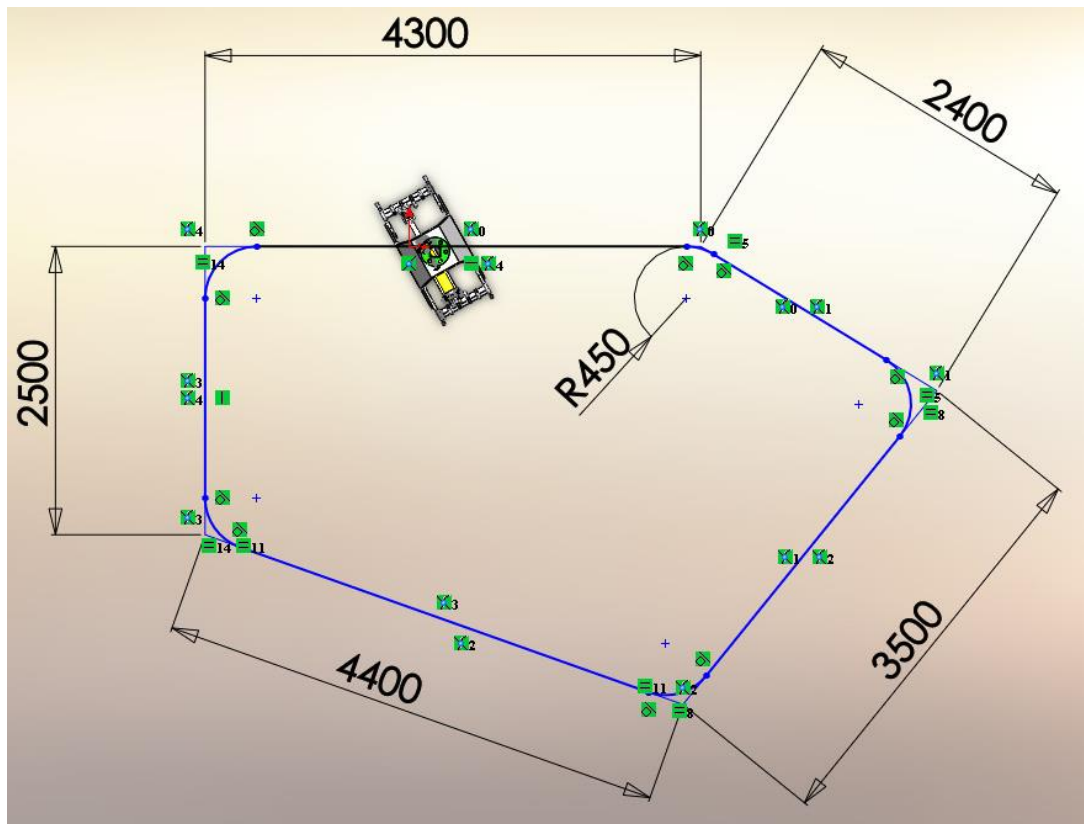

Рис. 1. Розміри ескізу
1. Спочатку необхідно відкрити модель (папку отримати у викладача) і створити ескіз (в площині Top) з розмірами, що вказані на рис.1.